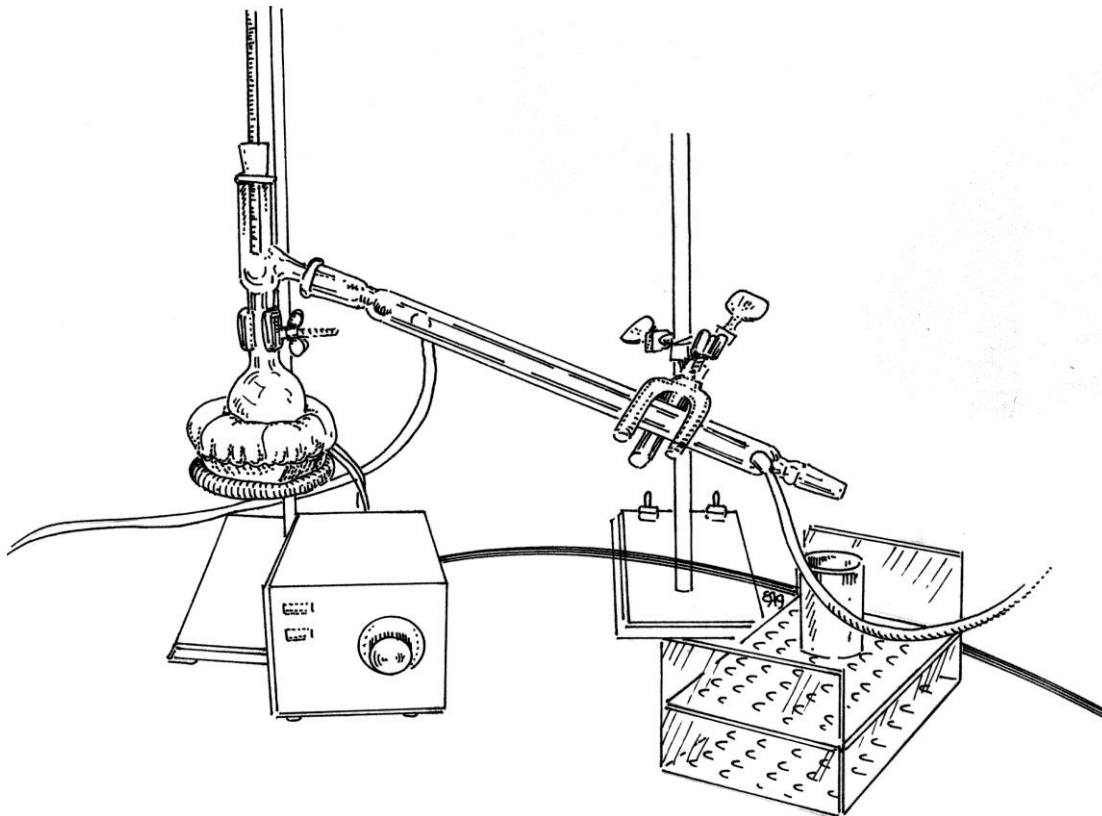

Figura 3.1
- 1.2 Montar un aparato de destilación como se ilustra en la figura 3.1